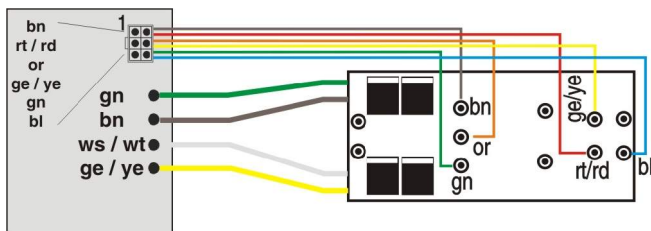

Abbildung 4: eMOTION L an LGB®-Schnittstelle
Der Dekoder entspricht in der Anordnung der Stifte dem LGB®-Dekoder 55021. Somit kann er auch problemlos in eine Lok mit Direktdeko-Schnittstelle eingesteckt werden. Ebenso ist in Verbindung mit dem Kabel 55026 ein Anschluss an ältere Schnittstellen möglich (Abb. 4).
- CV49 = 11 : Serielle Pulskette an F1 für 6polige LGB®-Schnittstelle mit Soundmodul (Abb. 4)